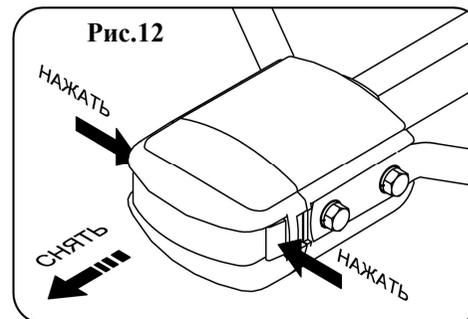

Рис.12
14. Снять крышку большой монтажной коробки (рис.12).